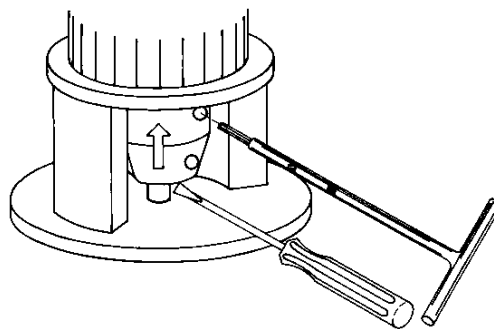

Рис. 16 Затягивание винтов
6. Попарно (с одной и той же стороны) затягивают винты, как показано на рис. 16, с величиной крутящего момента, указанной в таблице ниже.